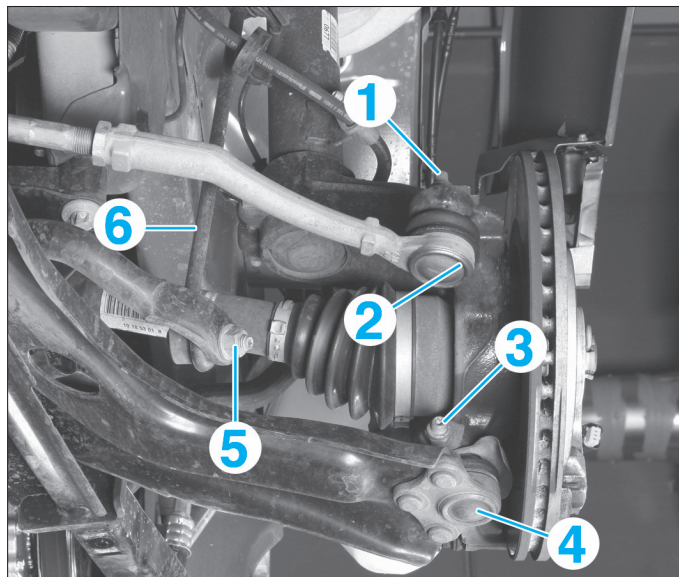
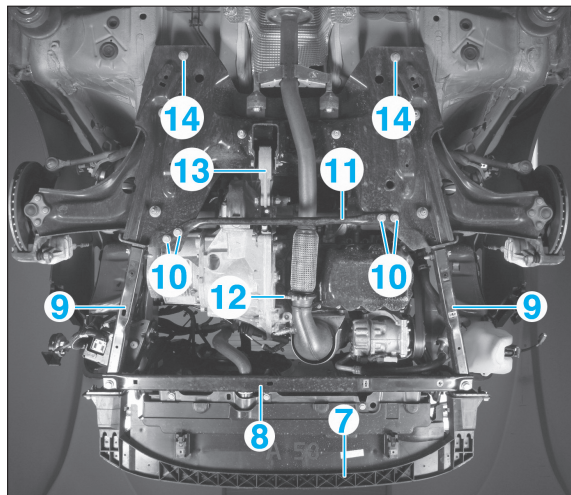
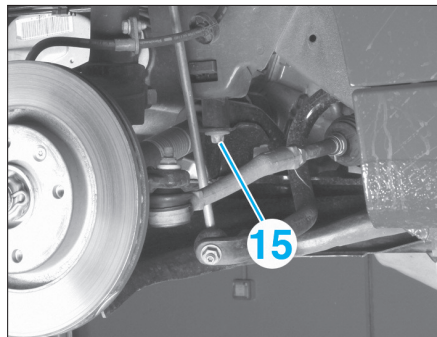

FIG. 16
FIG. 17
FIG. 18
- l'écrou (1) des rotules de direction (Fig.16).
- Extraire les rotules (2) de direction des pivots à l'aide d'un extracteur universel.
- Déposer les boulons (3) des rotules (4) sur les pivots.
- Extraire les rotules (4) des triangles en prenant appui sur ceux-ci.
- Déposer les écrous (5) de fixations inférieures des biellettes (6) de barre stabilisatrice.
- Ecarter les biellettes (6) de la barre stabilisatrice.
- Ecarter l'absorbeur de chocs (7) de la traverse inférieure avant (8) et des renforts latéraux (9) (Fig.17),
- la traverse inférieure avant (8),
- les renforts latéraux (9).
- les vis (10) de la barre antirapprochement (11),
- la barre antirapprochement (11),
- le collier d'échappement (12).
- Déposer le support anticouple (13).
- les vis arrière du berceau (14),
- les vis (15) de chaque côté (Fig.18),